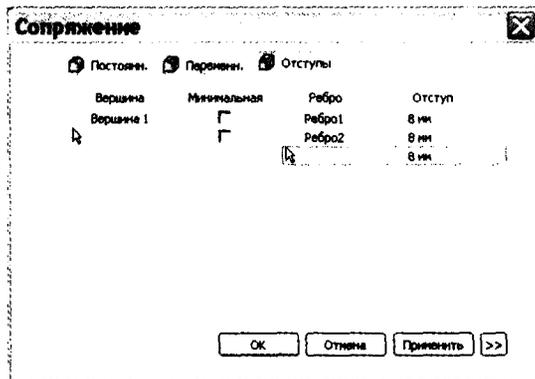

Рис. 7.19. Вкладка **Отступы** отображает те же опции, что и мини-панель, однако отображает их более удобным способом
13. Щелкните на строку **Добавить** снизу от **Выбрано:1**, чтобы добавить другое пересечение граней снизу, спереди и справа. Установите значение **8**, как показано на рис. 7.19, затем нажмите **ОК**.